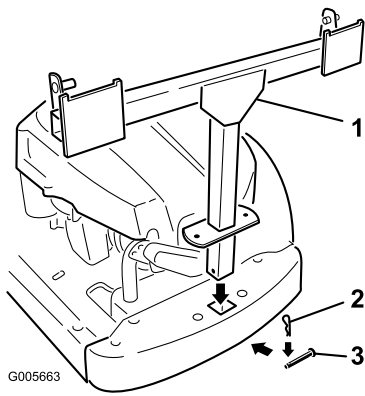

Bild 4
2. Befestigen Sie den Rahmen des Heckfangsystems mit einem Lastösenbolzen (5/16 x 2-1/4 Zoll) und einem Splint (Bild 4).
- 3. Setzen Sie an jeder Seite des Rahmens des Heckfangsystems eine Stange ein. Ermitteln Sie die bestehende geschlitzte Halterung zwischen dem hinteren Antriebsrad und dem Rahmen. Setzen Sie das breitere Ende der Stange in die Öffnung im Schlitz und schieben Sie die Stange nach hinten (Bild 4).
- 4. Stecken Sie das gebogene Ende der Stange in den Rahmen des Heckfangsystems, siehe Bild 4. Befestigen Sie beide Enden der Stangen mit Splinten.